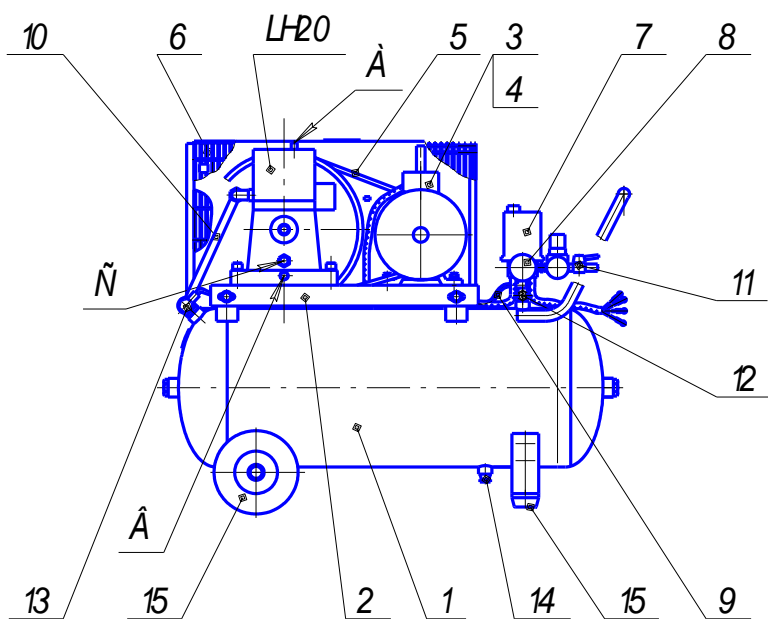
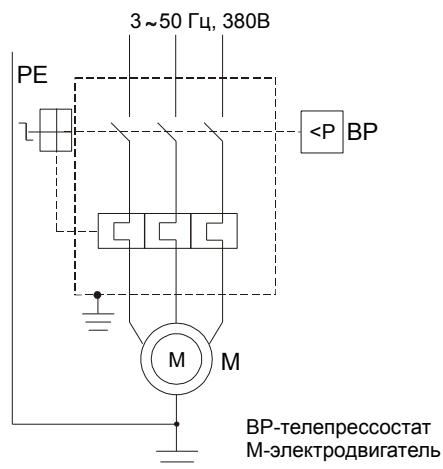

Рис. 1
Рис. 3
2.5. Общий вид компрессора представлен на рис. 1, 2, схема электрическая принципиальная - на рис. 3, 4.
**Примечание:** комплект колес и амортизаторов (поз. 15, см. рис. 1, 2) и детали их крепления упакованы отдельно.
5.1. Компрессор (рис.1, 2) состоит из следующих основных сборочных единиц и деталей: блока поршневого LH20, ресивера 1, платформы 2, электродвигателя 3 со шкивом 4, клиновых ремней 5, защитного ограждения 6, прессостата 7, манометра 8.
Смазка трущихся поверхностей деталей блока поршневого осуществляется разбрызгиванием масла. Заливка масла в картер производится через отверстие в крышке блока цилиндров А (см. рис. 1, 2) после снятия сапуна, слив масла - через отверстие в днище картера, закрытое пробкой В. Уровень масла должен находиться в пределах красной метки смотрового стекла С.
Ресивер (воздухосборник) 1 (см. рис. 1, 2) служит для сбора сжатого воздуха, устранения пульсации давления, отделения конденсата и масла. Ресивер является также корпусом, на котором смонтированы узлы и детали компрессора.